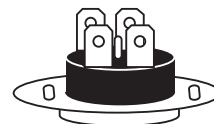

Рис. 4
5. В случае перегрева воды биметаллический термopредохранитель разрывает электрическую цепь со стороны обоих подводков к нагревательному элементу. В этом случае следует определить причину перегрева и произвести ручной перезапуск термopредохранителя, нажав кнопку перезапуска, расположенную на нем (или, в случае неисправности, заменить термopредохранитель), (рис. 4).